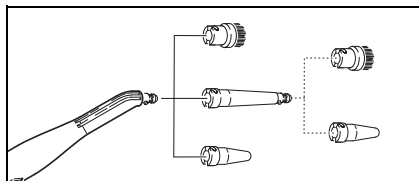

Abb. 8
- Die Punktstrahl­düse (D1) kann auch mit der Ver­längerung (D2), der Rund­bürste (D3) oder der Power­düse (D4) verwen­det werden (siehe Abb. 8).